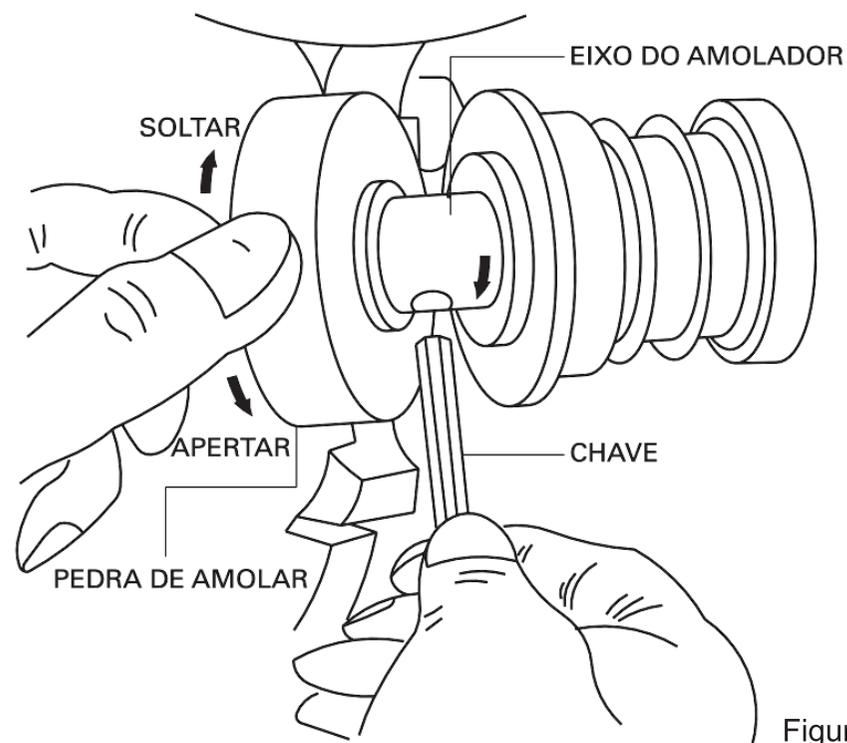

Figura 2
- Segure a pedra de amolar, insira a chave no furo do eixo do amolador e gire a pedra de amolar, conforme indicado na figura 2